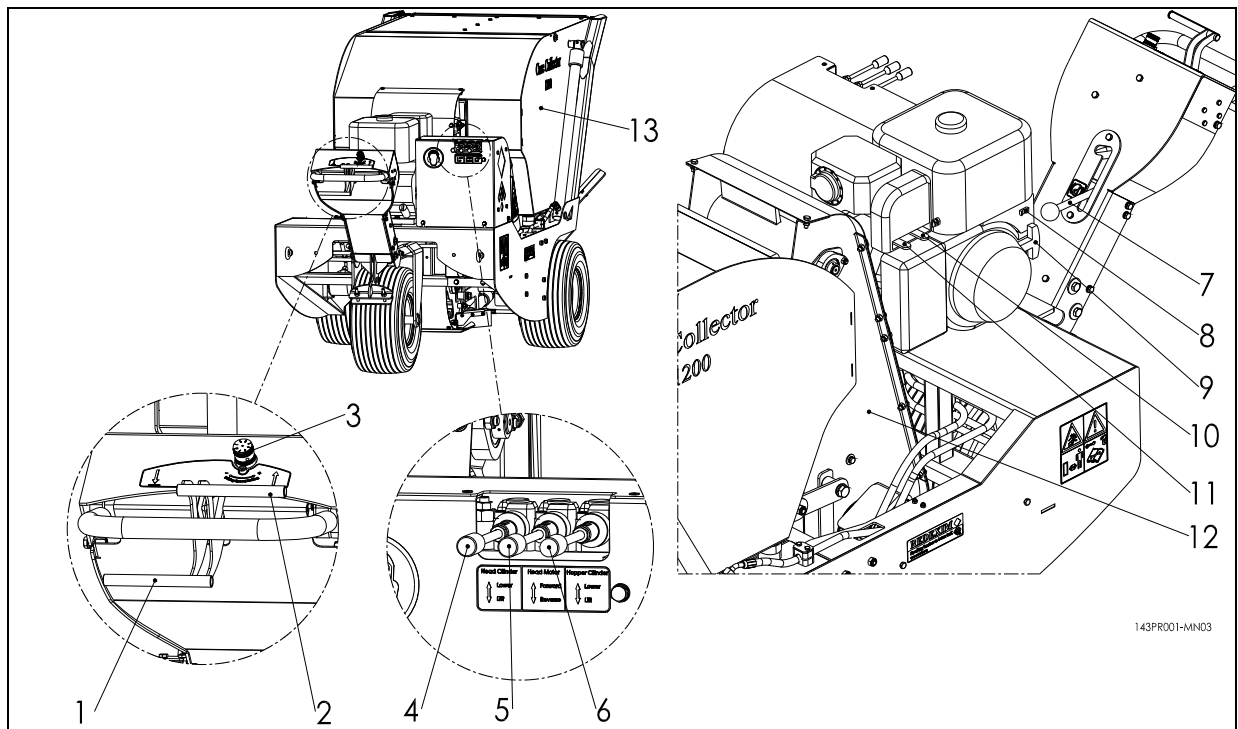

Abb. 13
Das Startverfahren ist **SEHR** wichtig. Wird diesem Verfahren nicht wie unten beschrieben gefolgt, können schwere Schäden am zu bearbeitenden Boden / Maschine entstehen. (siehe Abb.13).
Zum Leeren des Auffangbehälters (13) gehen Sie wie folgt vor: (siehe Abb.13)
2. Heben Sie den Auffangbehälter an (13) indem Sie den Hebel (6) nach unten drücken.
3. Wenn der Auffangbehälter (13) leer ist, drücken Sie den Hebel (6) nach oben, um den Auffangbehälter wieder sinken zu lassen.